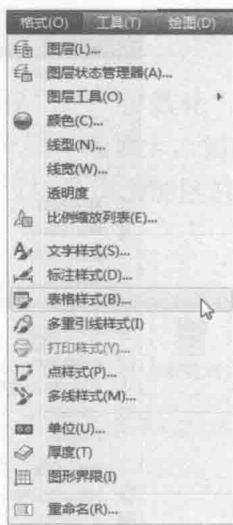
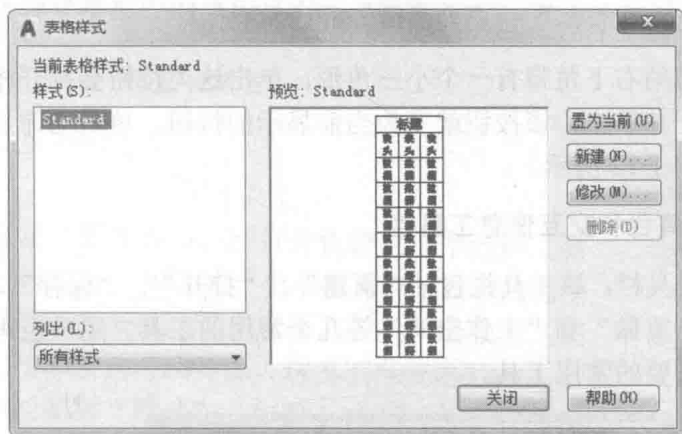

图 1-8 打开对话框的菜单命令
图 1-9 “表格样式”对话框
- (2) 打开对话框的菜单命令。这种类型的命令后面带有省略号。例如，选择菜单栏中的“格式”→“表格样式…”命令，如图 1-8 所示，系统就会打开“表格样式”对话框，如图 1-9 所示。
- (3) 直接执行操作的菜单命令。这种类型的命令后面既不带小三角形，也不带省略号，